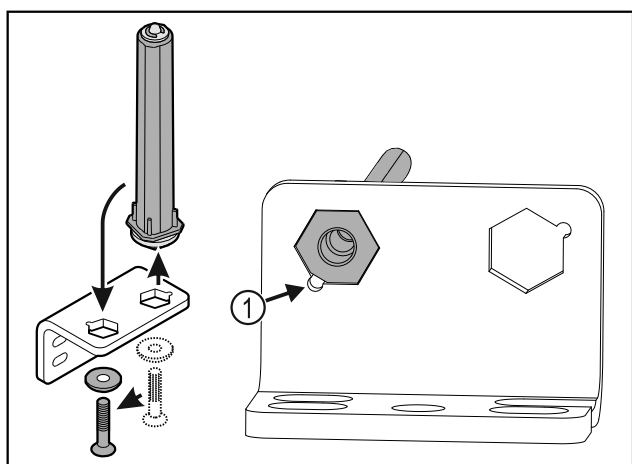

Fig. 31
- ▶ Dbejte, aby při vsazování ukazovalo zešíkmení čepu Fig. 31 (1) ke kulatému otvoru.